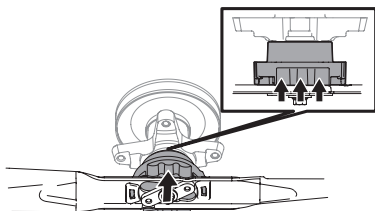

Figura 43
3. Empuje hacia arriba sobre el collarín de la cuchilla y sosténgalo (Figura 43).
4. Empuje la cuchilla hacia arriba contra el adaptador de cuchilla hasta que el collarín se eleve (Figura 43 en la página 69).